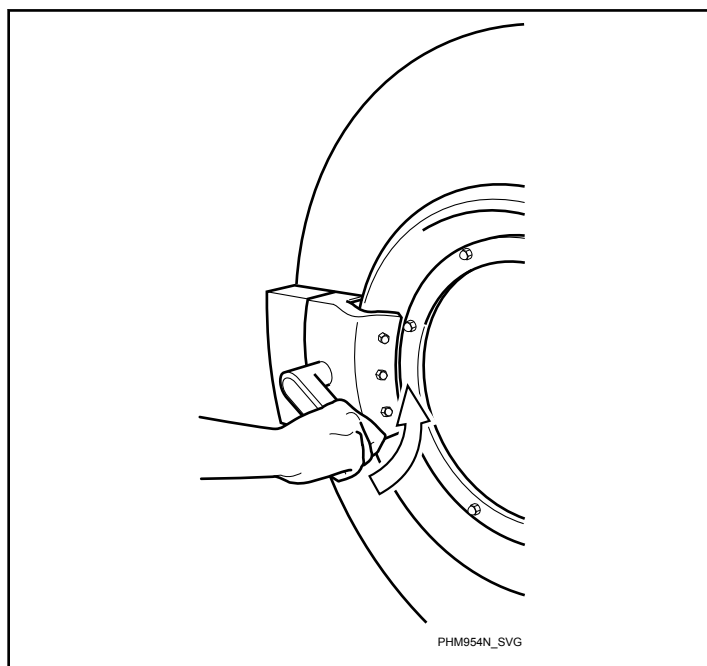

Figura 47
4. Feche a porta e rode o puxador no sentido contrário aos ponteiros do relógio. Consulte *Figura 47*.